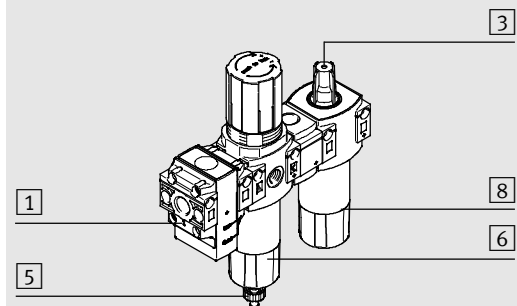
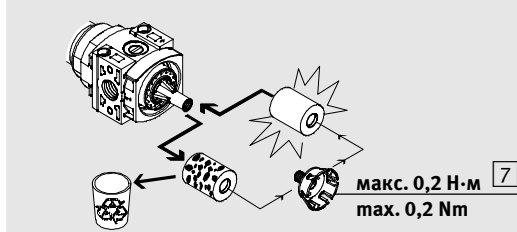

Рис. 4 / Fig. 4
Рис. 5 / Fig. 5
- Соблюдайте направление потока от 1 к 2. В качестве ориентира служат цифры **1** (→ рис. 4) на корпусе изделия.
- Вращайте регулировочный винт **3** (→ рис. 4) в колпачке контроля до тех пор, пока не установится требуемое количество масла.
- Замена патрона фильтра (→ рис. 4 и рис. 5):
Если уровень масла находится у нижней кромки стакана маслораспылителя на FRC (→ рис. 4):
- Beakta flödesriktningen från 1 till 2. Siffrorna **1** (→ fig. 4) på produktuset används som hjälpmedel vid orientering.